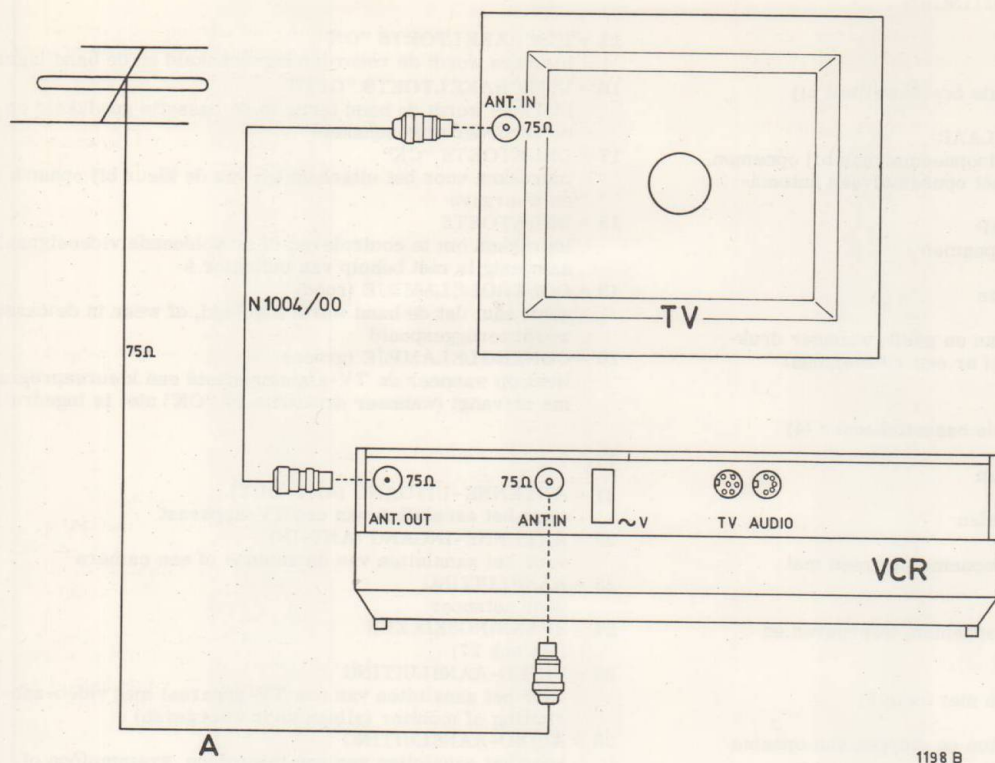

Fig. 3a
Aansluiten van de antenne (zie fig. 3a)
De antenne-ingangsimpedantie van de VCR bedraagt 75 Ω. Sluit de antenne, indien deze een impedantie heeft van 75 Ω, rechtstreeks aan op de antenne-ingang (22) van het apparaat. Indien de antenne een impedantie heeft van 300 Ω, dan moet het antennesignaal via een impedantiëtransfomator 300 Ω-75 Ω aan de antenne-ingang worden toegevoerd. Hiervoor kunnen de verbindingskabels N1001/00 of N1001/10 (zie fig. 3a en 3b) gebruikt worden.
Aansluiten van het TV-apparaat (zie fig. 3a)